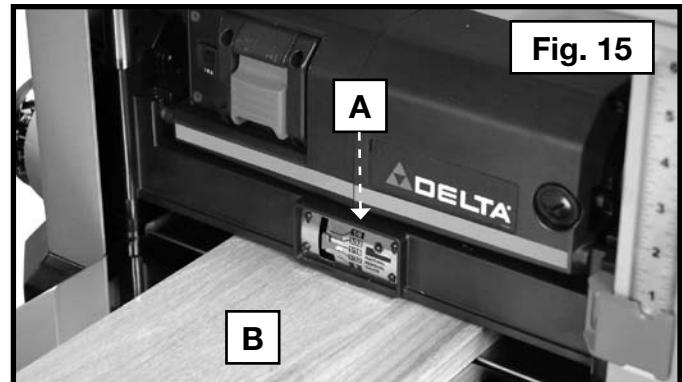

Fig. 15
La raboteuse est munie d'un guide d'enlèvement de matière (A), fig. 15. Il indique la quantité de bois qui sera enlevée en un passage avec le chariot réglé à la hauteur actuelle.
1. Glisser, dans le milieu, environ 76,3 m (3 po) de la pièce (B), fig. 15, sous le chariot.